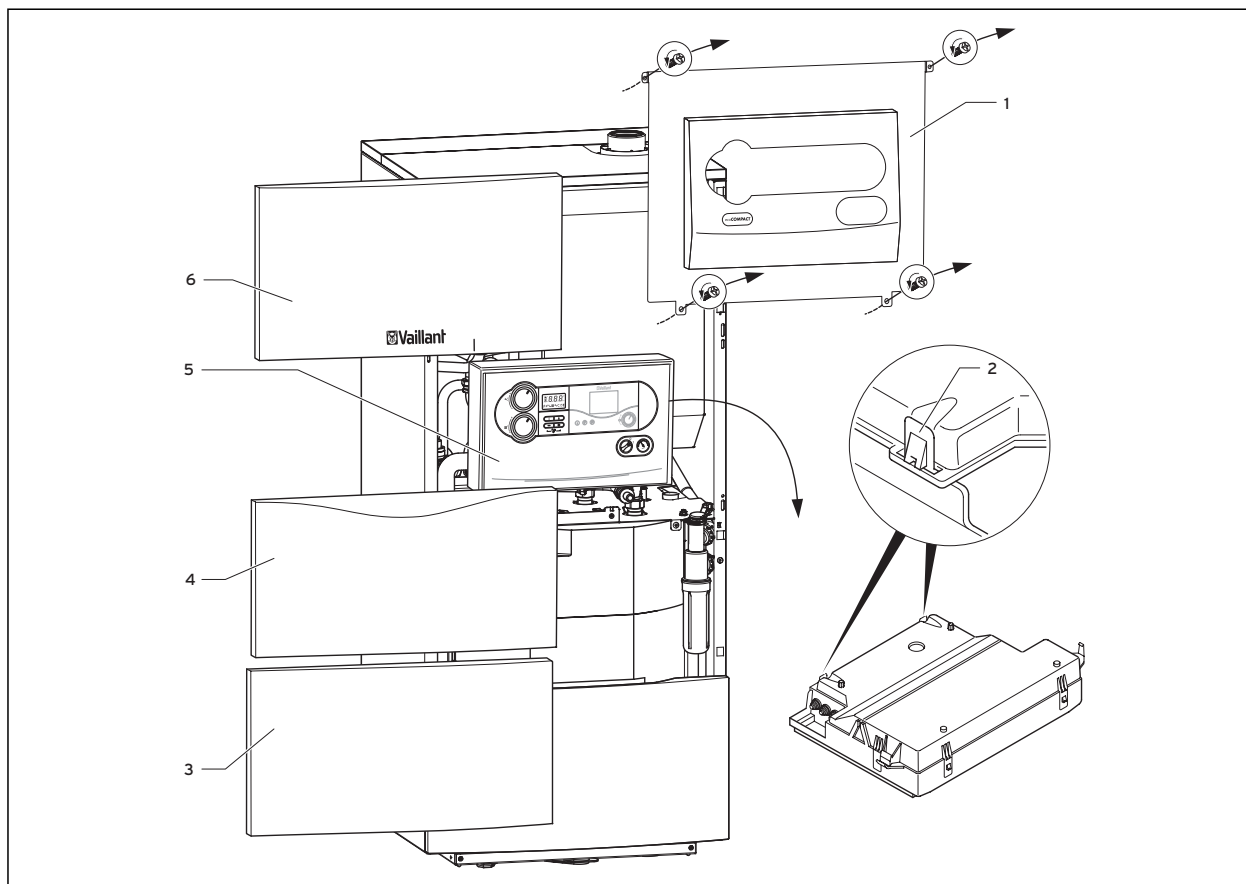

Fig. 5.6 Scoaterea carcasei aparatului
- Deschideți aparatul (comp. Fig.5.6 și indicațiile de la pagina 20).
- Deșurubați îmbinarea prin șuruburi (1) a țevii de recirculare de la piesa de racordare și obturați racordul cu etanșarea aferentă (3) și cu capacul (2).
La pozarea racordului procedați după cum urmează, vezi Fig. 5.6: